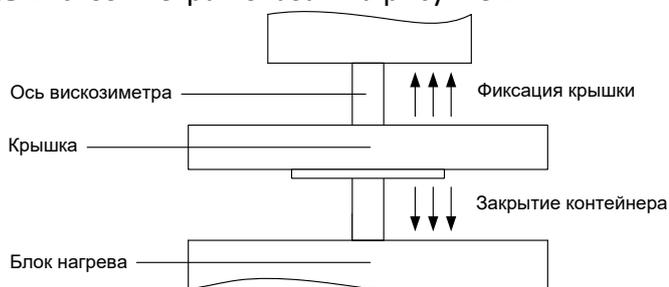
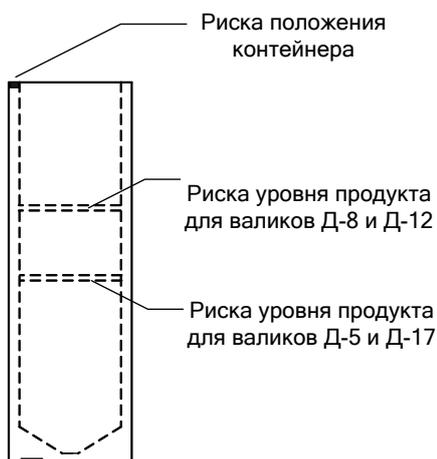
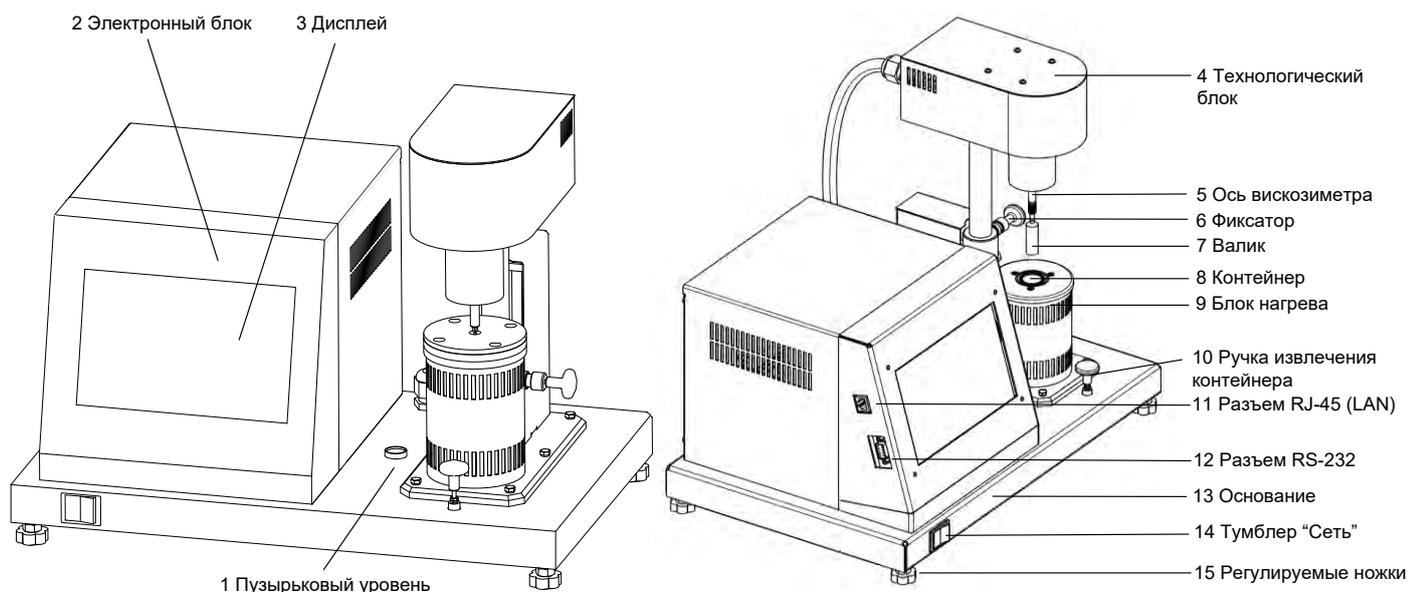
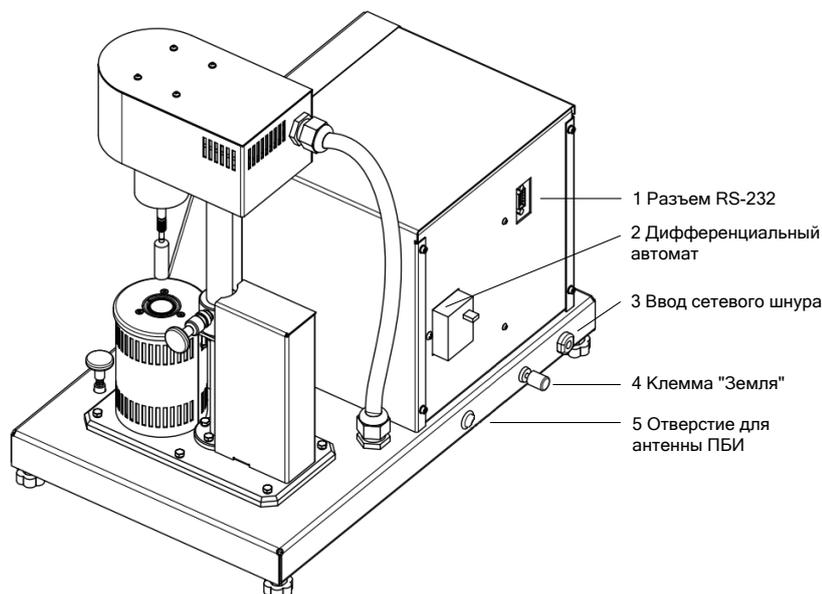

Рисунок 1 – Крышка
Рисунок 5 – Контейнер
Рисунок 8 – Устройство вискозиметра
Рисунок 9 – Устройство вискозиметра. Вид сзади
2.3.2.7 На задней стенке электронного блока (см. рисунок 9) располагаются:
- разъем RS-232 (1);
- дифференциальный автомат (2).
2.3.2.8 На задней стенке основания (см. рисунок 9) находятся:
- ввод для сетевого шнура (3);
- клемма «Земля» (4) для заземления вискозиметра;
- отверстие для установки антенны ПБИ (5).
- 2.3.3.5 После достижения заданной температуры контейнер (10) (см. рисунок 8), заполненный продуктом до уровня риски (см. рисунок 5), устанавливается в блок нагрева (11) (см. рисунок 8). Крышка (см. рисунок 1), устанавливается на ось вискозиметра. Валик (9) (см. рисунок 8), устанавливается через подвес на ось вискозиметра.
- 2.3.3.6 Затем необходимо освободить фиксатор (6) (см. рисунок 8), и опустить технологический блок в нижнее положение. Крышку (см. рисунок 1) необходимо опустить в нижнее положение, на блок нагрева.
- 3.3.1 Подключить вискозиметр к сети питания. Включить дифференциальный автомат, расположенный на задней стенке электронного блока (см. рисунок 9). Включить вискозиметр тумблером «Сеть» (см. рисунок 8).
- 3.3.2 При использовании программ *ЛинтеЛ*® - Линк1 необходимо установить на вискозиметр антенну1 (см. рисунок 9) и плату1 устройства беспроводной связи. Установка антенны производится в гнездо на задней панели вискозиметра.
- 3.3.3 При использовании обмена данными по протоколу Modbus, сетевой кабель Ethernet подключается к разъему RJ-45 (см. рисунок 8).